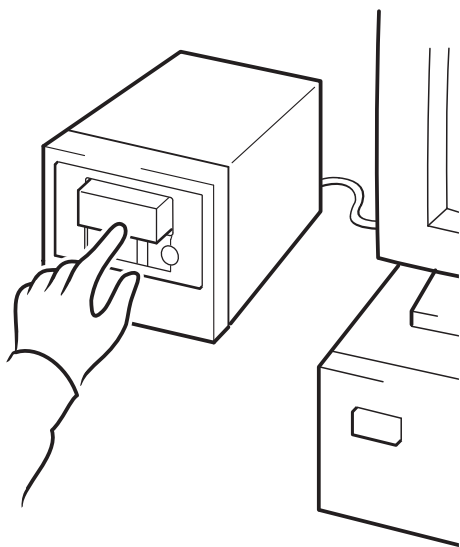

Figura 14a: hp obdr, fase 1
- 1 Inserire nello slot 1 del magazzino la cartuccia di avvio più recente disponibile ed introdurla nel caricatore automatico (vedere la figura 14a). È necessario che la cartuccia sia stata scritta da un'applicazione di backup che utilizzi il formato CD-ROM per scrivere i dati sul nastro.